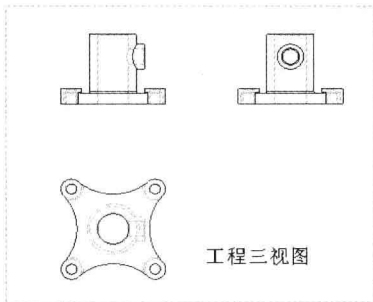

图 12-118 导入文件
Step 05 在绘图区空白位置处单击鼠标左键,并将其移至合适位置,执行操作后,即可导入文件,如图 12-118 所示。